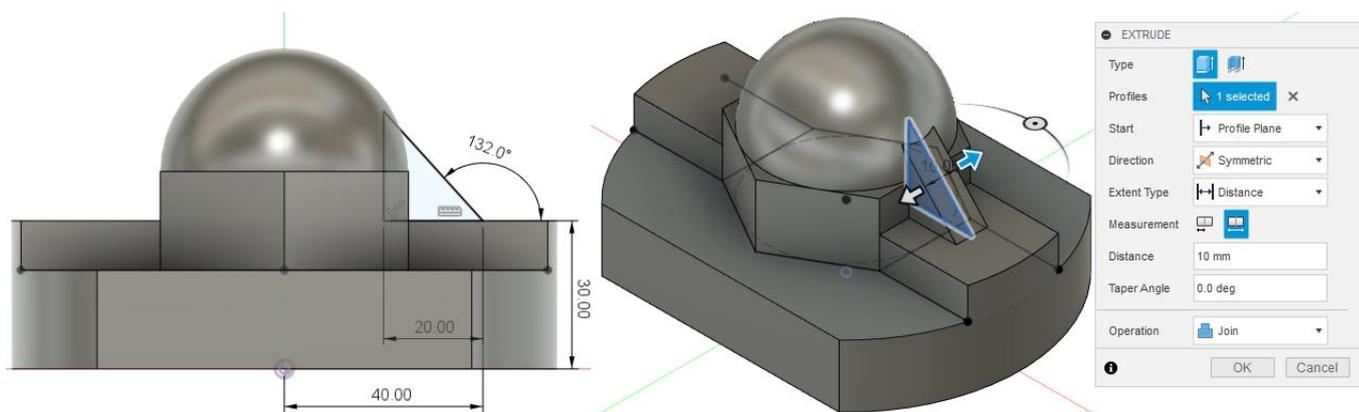

Рис. 4.9. Ескіз №4 та його видавлювання
4. Для побудови ребра з правої сторони деталі створіть ескіз на площині XZ (спереду). За допомогою інструменту Extrude витягніть створений ескіз симетрично площини ескізу на загальну відстань 10 мм (рис. 4.9).